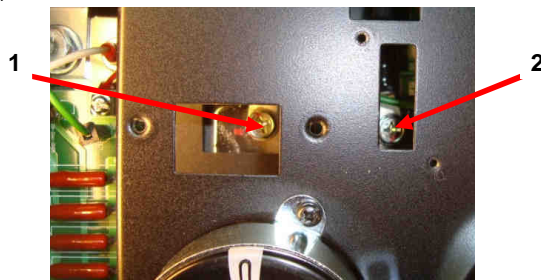

Рис. 7.20. Подключение выводов «+» и «-».
7.18.2. Надеть наконечник провода красного цвета контроля предохранителя на болт M12x32. Прикрутить болтом ножку предохранителя к «шине +» на два-три оборота (рис.7.20).
7.18.3. Надеть наконечник провода черного цвета контроля предохранителя и наконечник силового провода соединения «шины +» ЗПТ и предохранителя на болт M12x40. Прикрутить в торую ножку предохранителя (рис.7.20).